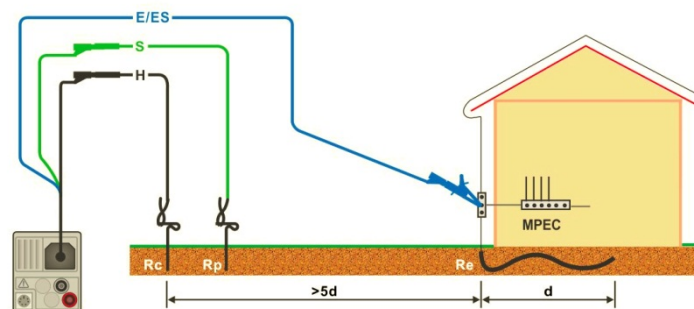
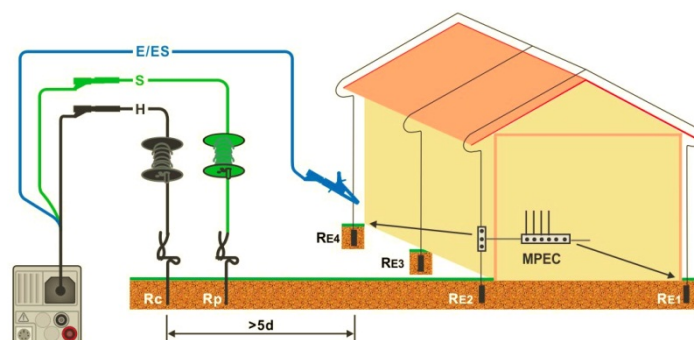

Abbildung 7.49: Erdableitwiderstand, Messung der Hauptinstallationserde
Abbildung 7.50: Erdableitwiderstand Messung einer Blitzschutzanlage
- › Schließen Sie die Prüfleitungen am Prüfling an., siehe *Abbildung 7.49* und *Abbildung 7.50*.